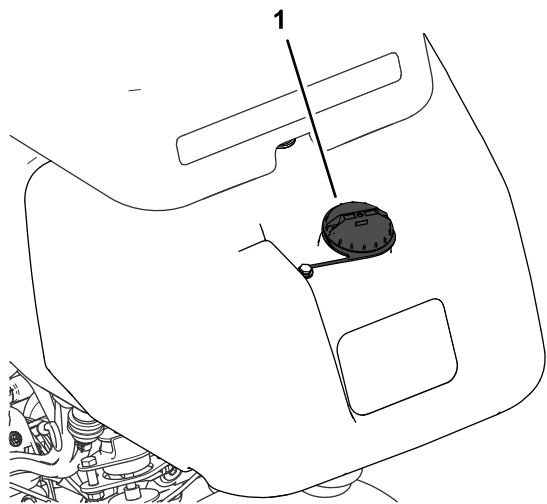

Figura 21
1. Limpe a área ao redor da tampa do tanque de combustível e a remova (Figura 21).